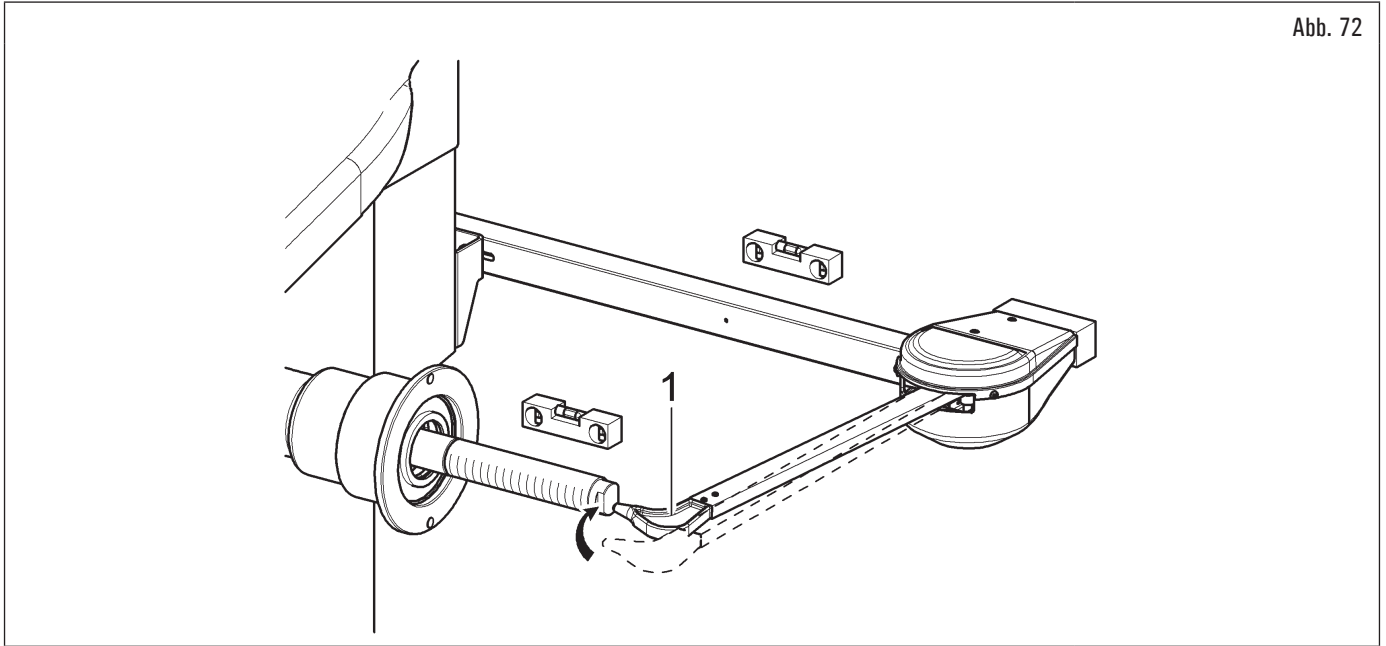

Abb. 72
Befestigen Sie den Arm des Tasters (Abb. 70 Pkt. 4) an den Bügel (Abb. 70 Pkt. 2) durch den 2 entsprechende Schrauben (Abb. 70 Pkt. 5) und Scheiben (Abb. 70 Pkt. 6). Verriegeln Sie diese Schrauben mit den Unterlegscheiben (Abb. 70 Pkt. 6), den Elastikscheibe (Abb. 70 Pkt. 7) und den Muttern (Abb. 70 Pkt. 8) so, dass die Spindel und der Arm des Tasters eben sind (siehe Abb. 72);
Schrauben Sie die 3 Schrauben (Abb. 71 Pkt. 2) an den Tastersbügel (Abb. 71 Pkt. 3) und an die Halterung des Kipphelms (Abb. 71 Pkt. 1). Befestigen Sie den Arm des Tasters (Abb. 71 Pkt. 4) an den Bügel (Abb. 71 Pkt. 3) durch den 2 entsprechende Schrauben (Abb. 71 Pkt. 5). Diese Schrauben mit den Muttern (Abb. 71 Pkt. 6) festklemmen, damit die Spindel und der Tasterarm auf der gleichen Ebene sind (siehe Abb. 72);
- stellen Sie am Ende der Montage manuell sicher, dass den Auflagestift des Tasters (Abb. 72 Pkt. 1) den Spindelkopf berühren kann;